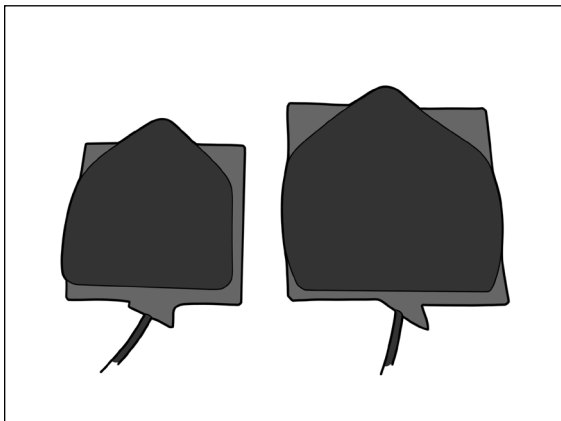

Figure 1
1. Déterminer la taille de ceinture, de vessie et de palette appropriée pour le patient (Figure 1).